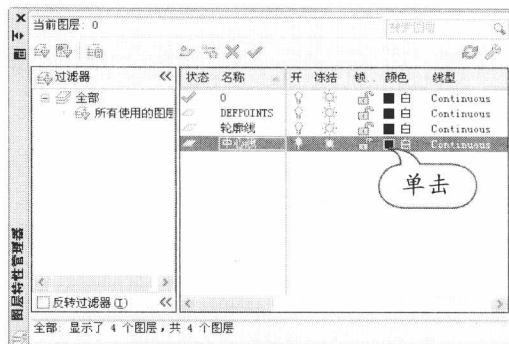

图 1-37 创建图层颜色
STEP 04 创建图层颜色。单击中心线图层颜色按钮更改图层颜色，如图 1-37 所示。